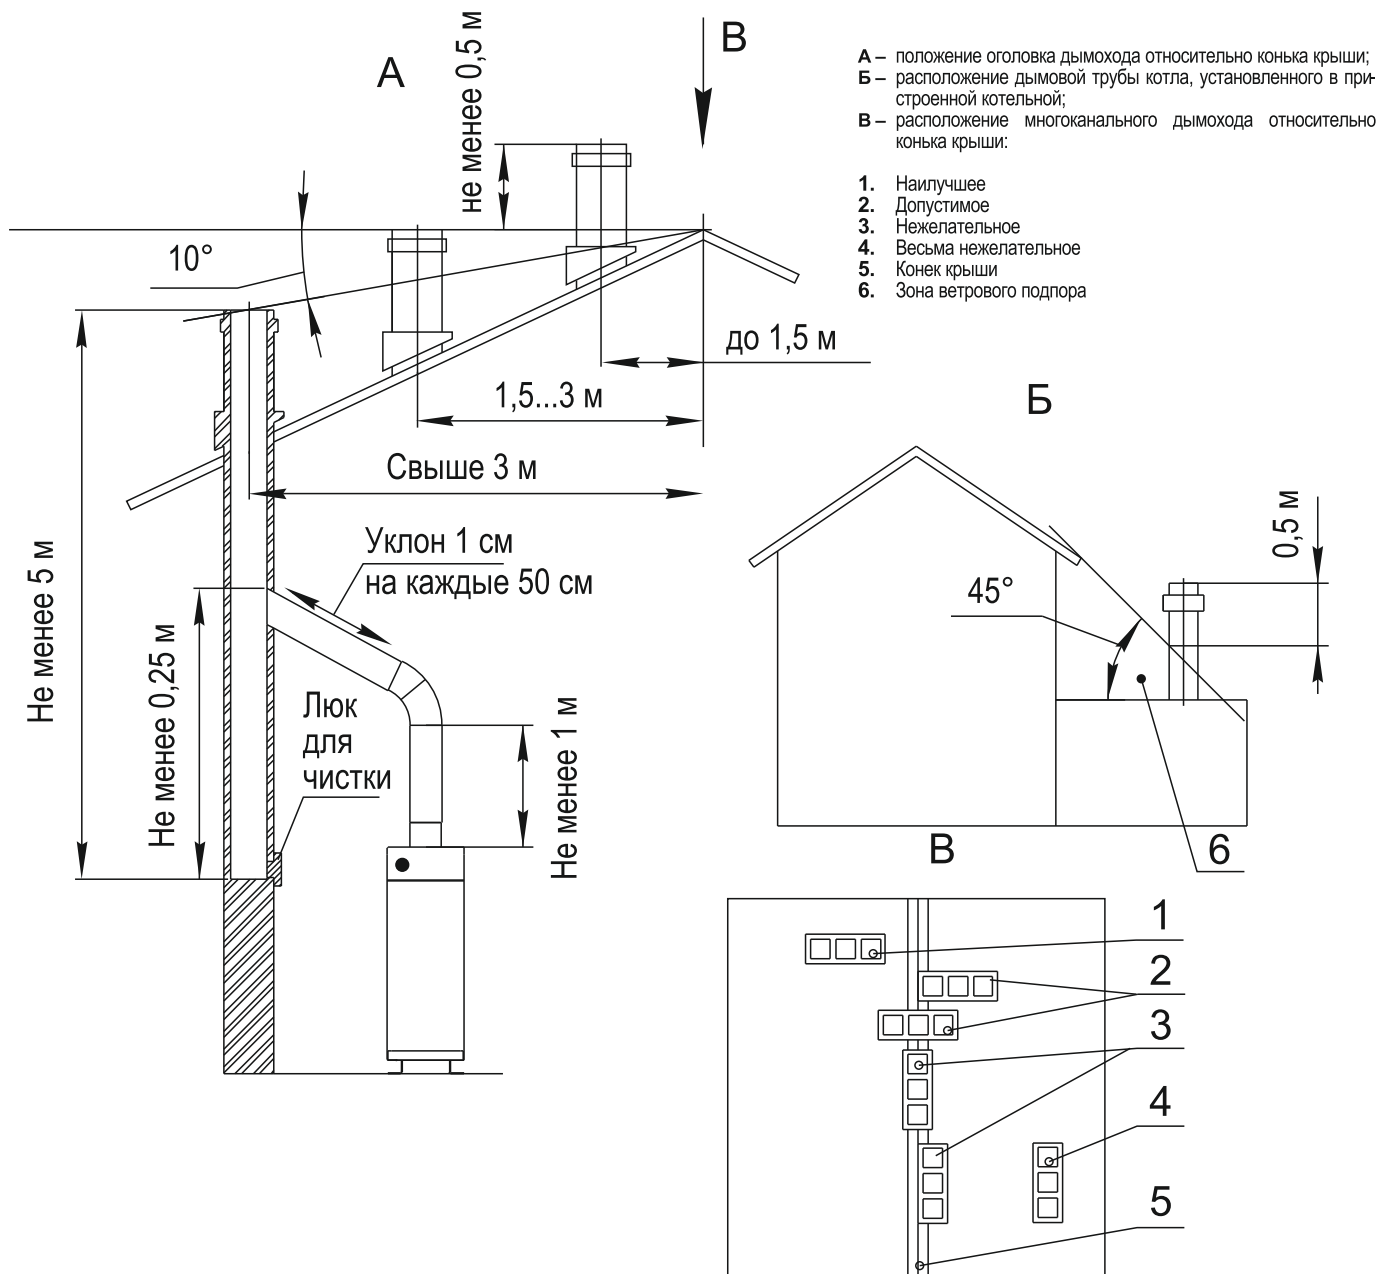

Рисунок 4 Схема установки дымовой трубы.
- высота трубы над крышей должна быть не менее размеров, указанных на рис. 4, обратите внимание на положение оголовка трубы с несколькими каналами относительно конька крыши.